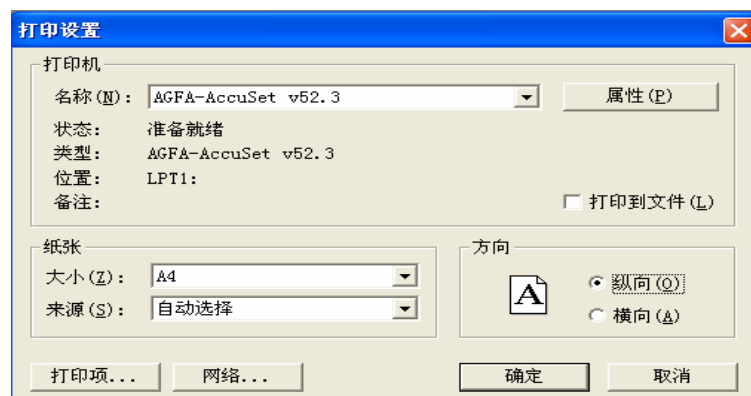

图 5-4 打印设置
- 打印设置 选择该项，则出现如下图 5-4 的对话框,点击“打印项”按钮，则出现如图 5-5 的对话框。用户可自行选择测试报告中需要的项目。默认是全选，